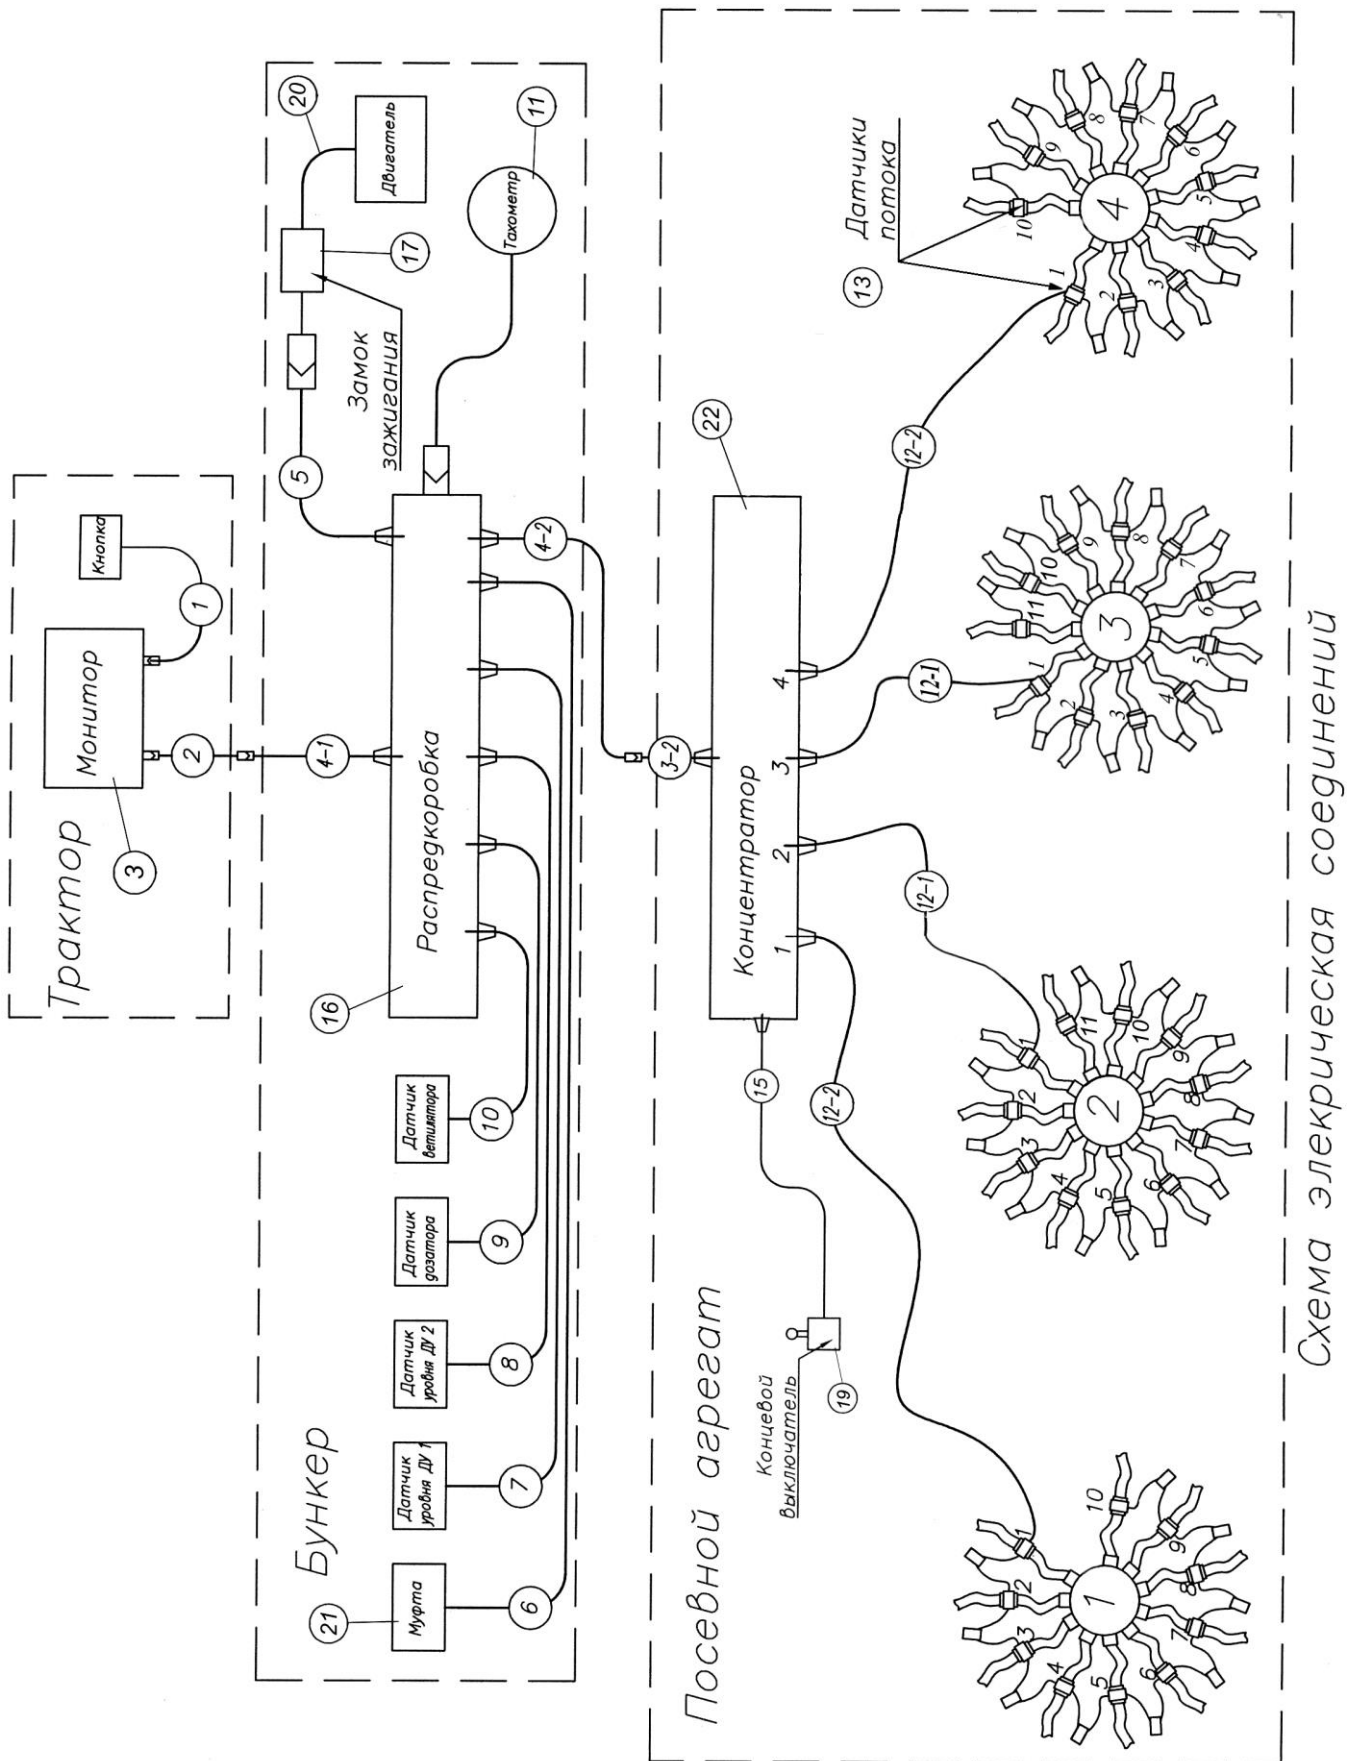

Рис. 7.2.1. Система электрооборудования ПК-10,6 «Кузбасс-А»
7.2.1. Система электрооборудования с дизельным двигателем Lombardini (рис. 7.2.1)